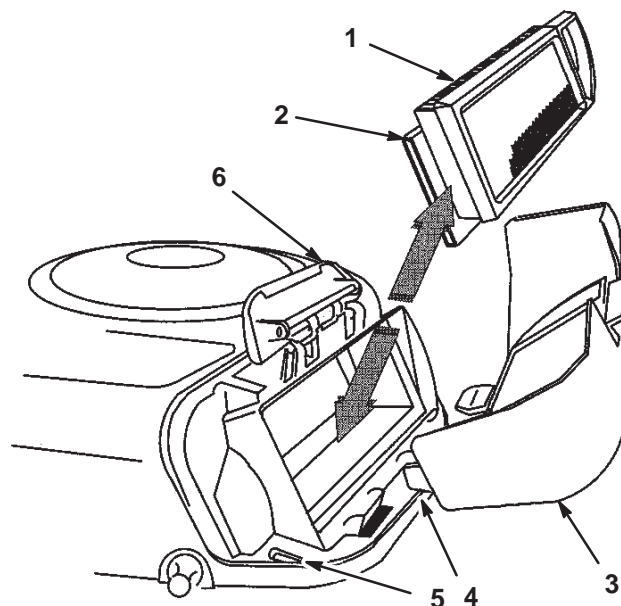

Bild 31
4. Schieben Sie den Papier- und den Schaumeinsatz vorsichtig vom Gebläsegehäuse herunter (Bild 31).
2. Fluchten Sie die Nasen des Luftfilterdeckels mit den Schlitten im Gebläsegehäuse aus (Bild 31). Haken Sie den Griff in die Abdeckung ein und drücken auf den Griff, um diesen einzurasten.